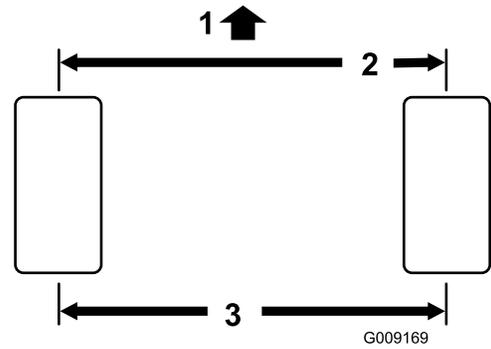

图 90
**注意** 如果前轮测量值和后轮测量值之差为 6mm 或更小说明后轮前束调整是正确的 图 90。